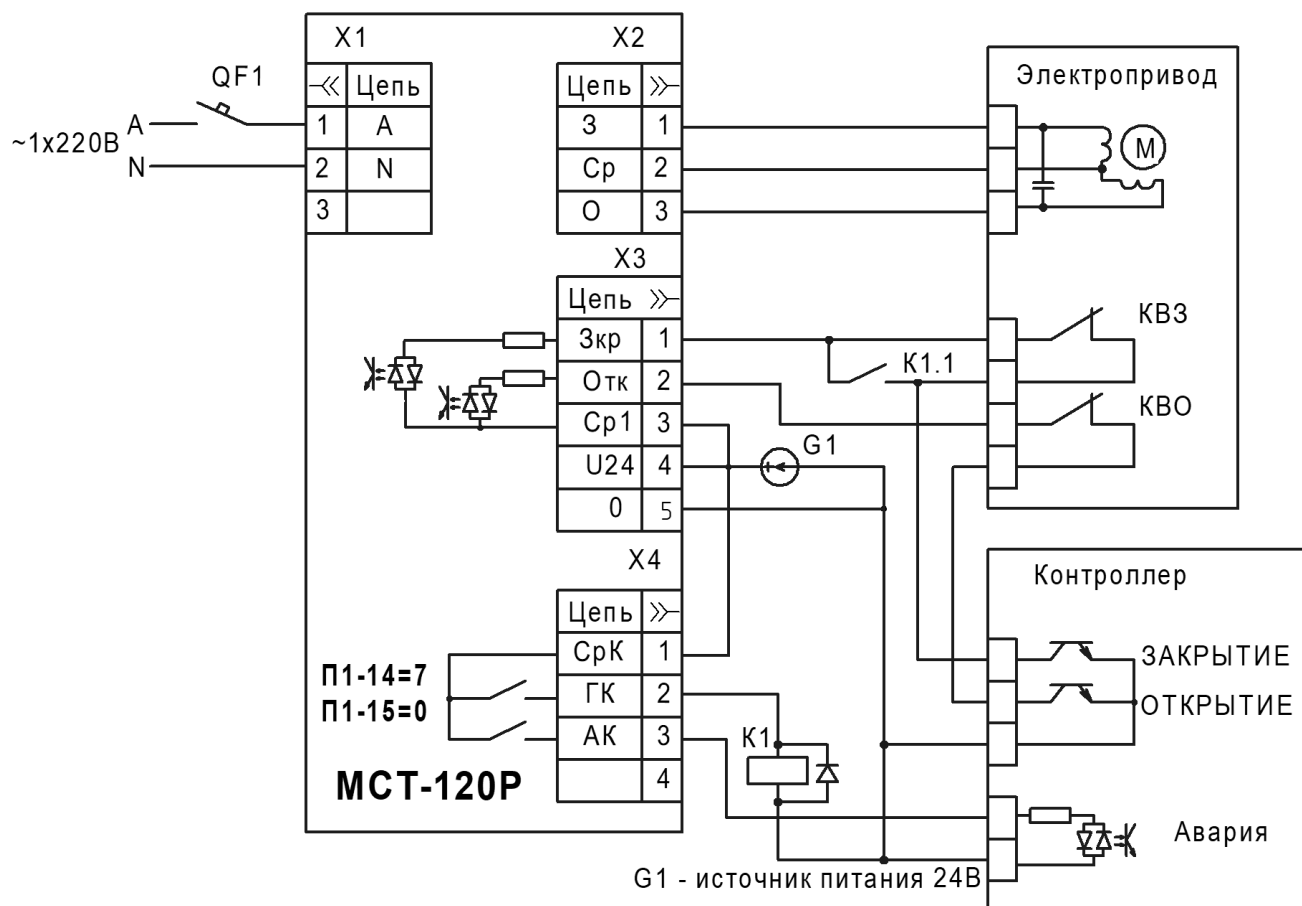

Рисунок 13 - Пример схемы подключения с функцией дожима задвижки
1.17.1 Настройка тока **П2-05, П2-06**, также используется для сигнала «реле токового дожима», который включается при работе ЭД на закрытие и отключается при превышении полного или активного тока уставок **П2-05, П2-06**. Сигнал должен быть назначен на реле **«ГК»** или **«АК» (П1-14, П1-15, значение [7])**. Данный сигнал через промежуточное реле может быть включен параллельно концевому выключателю закрытия (пример на рис. 13).